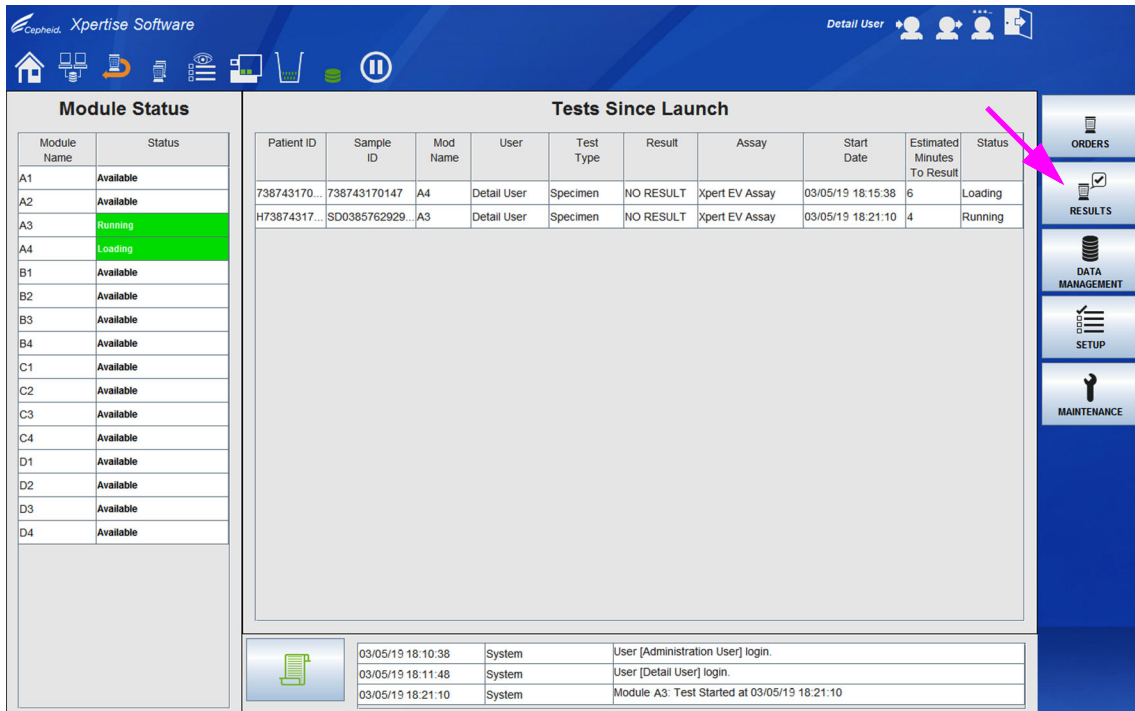
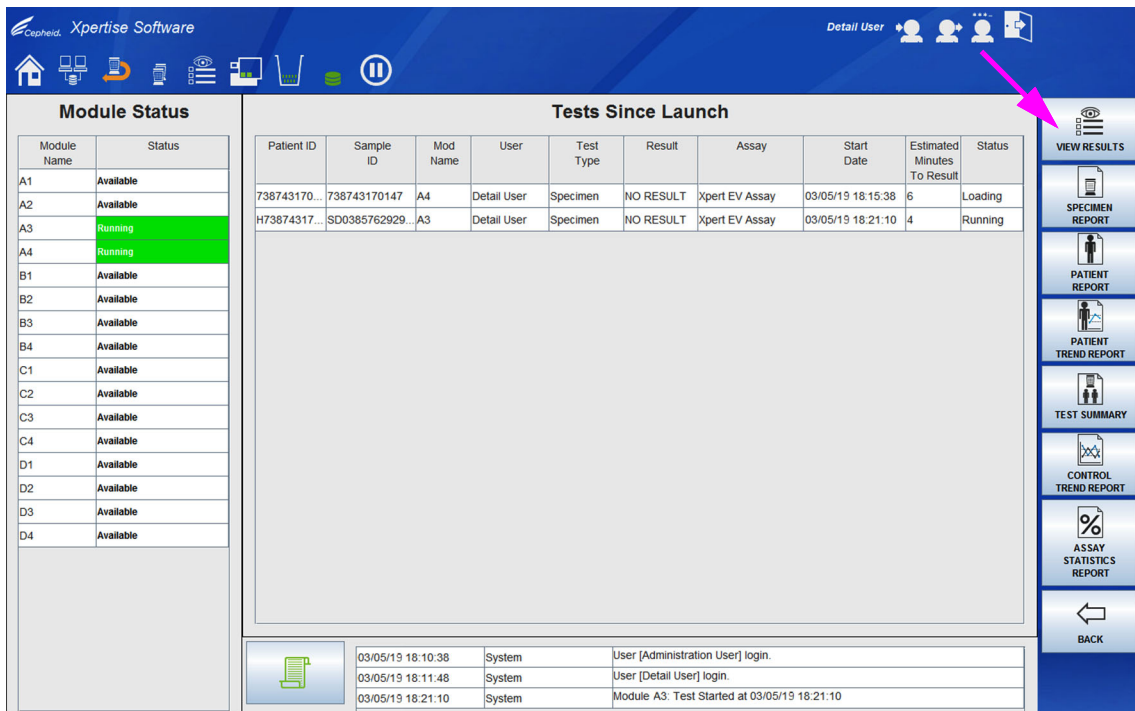
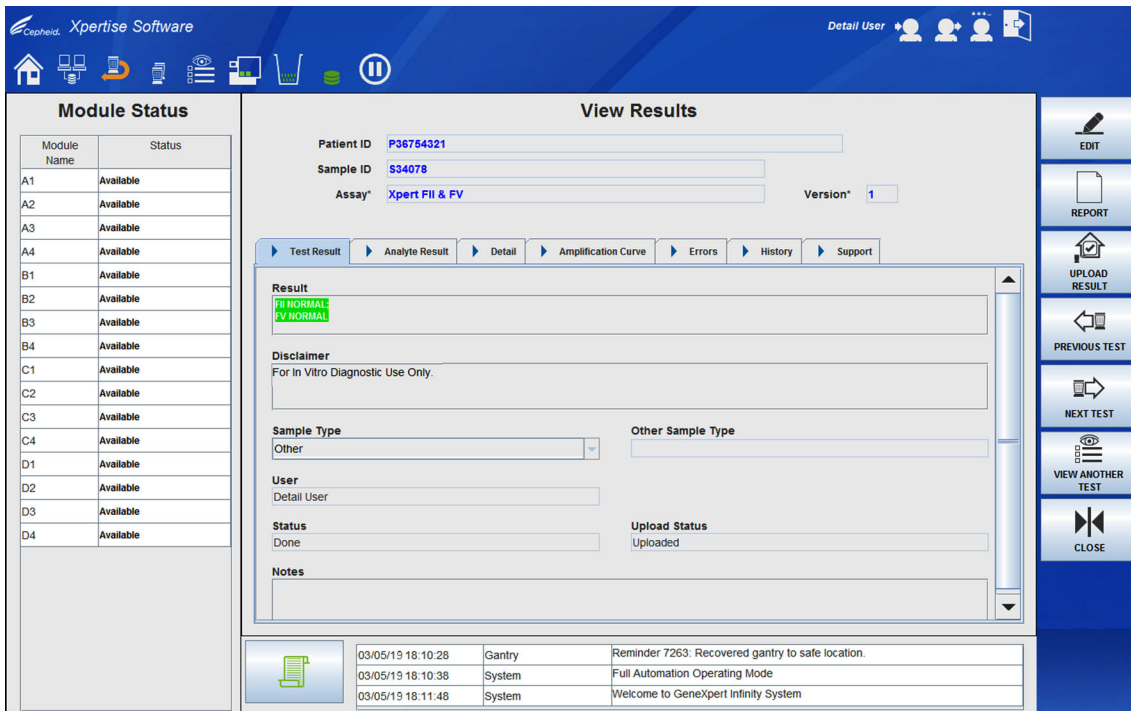

Figura 5-61. Área de trabalho inicial do software Xpertise
Figura 5-62. Menu Results (Resultados)
Figura 5-63. Área de trabalho View Results (Ver resultados) a mostrar separadores (vista de utilizador Detalhe)
1. Na área de trabalho inicial do software Xpertise, selecione o botão **RESULTS (RESULTADOS)** (ver Figura 5-61). Será visualizado o menu Results (Resultados). Ver Figura 5-62.
2. No menu Results (Resultados) (ver Figura 5-62), selecione o botão **VIEW RESULTS (VER RESULTADOS)**. Será apresentada a área de trabalho View Results (Ver resultados). Ver Figura 5-63.
A área de trabalho View Results (Ver resultados) permite-lhe ver dados associados a um teste em curso ou a testes concluídos. Ver Figura 5-63. Se a conectividade do anfitrião estiver ativada, pode carregar manualmente resultados de teste para um anfitrião a partir desta área de trabalho.
Como ilustrado na Figura 5-63, a área de trabalho View Results (Ver resultados) para os utilizadores básicos é composta pelos seguintes separadores: